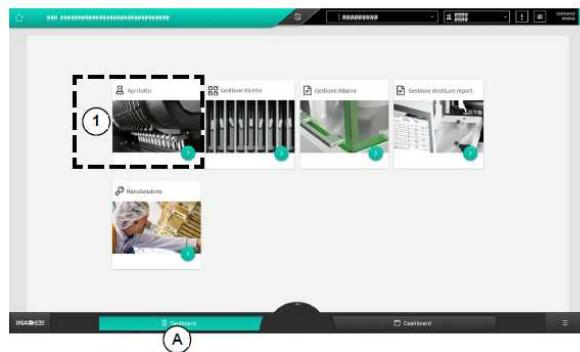

Fig.15
Cliccando Taskboard (Fig.15- A) nella maschera inferiore si apre la schermata mostrata in figura 15, premere il campo “apri lotto” (1) e compare la pagina con l’elenco delle ricette inserite (fig.16).